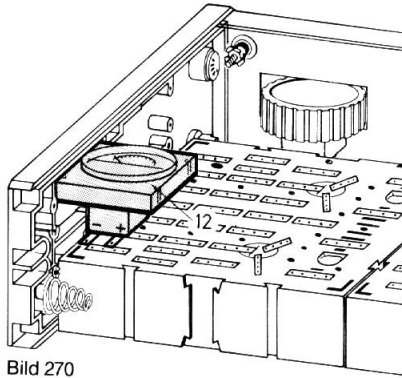

Bild 270
- () zwischen den oberen Rand des Seitenteils A und die Zapfen 6 und 8 klemmen (Bild 270).